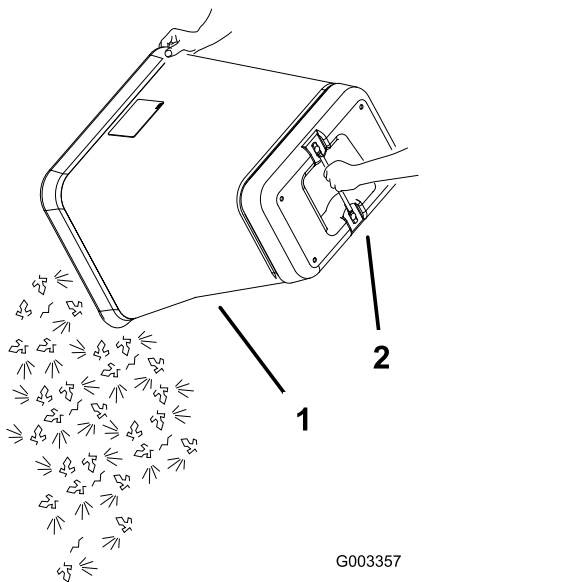

Figura 47
6. Sujete el asa situada en el fondo de la bolsa y vuelque ésta para vaciarla (Figura 47).